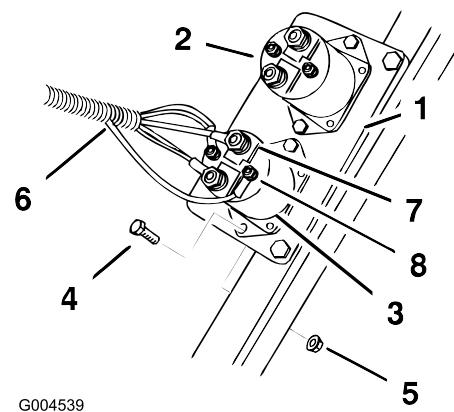

図 7
2. 既存のプレートに、ソレノイドを取り付ける；ボルト (#10 x 3/4 インチ) 2本とナット (#10) を使って図 7 のように取り付ける。